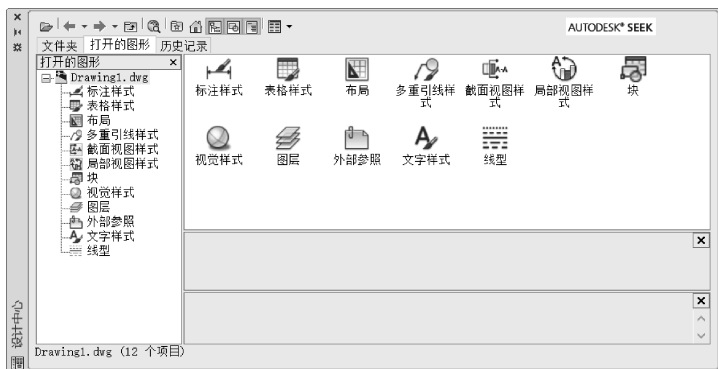

图 10-13 设计中心的“打开的图形”选项卡
- “打开的图形”选项卡：用于显示当前已打开的图形及相关内容，如图 10-13 所示。